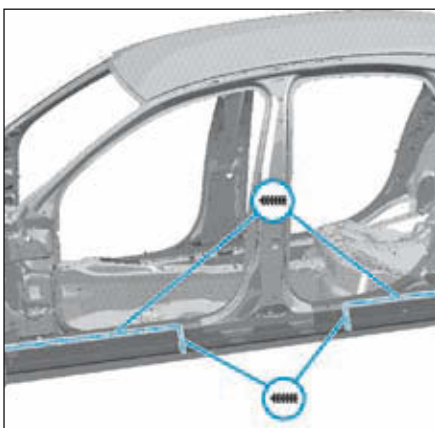
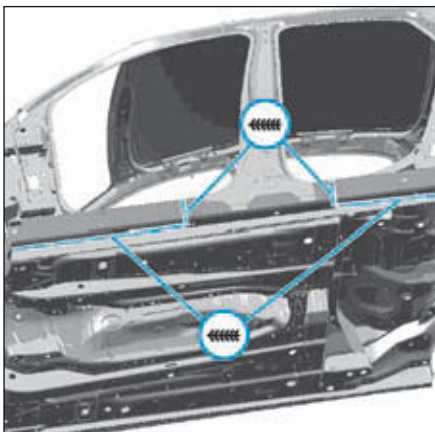

FIG.57
FIG.58
- Ajuster et souder comme illustré (Fig.57) et (Fig.58).